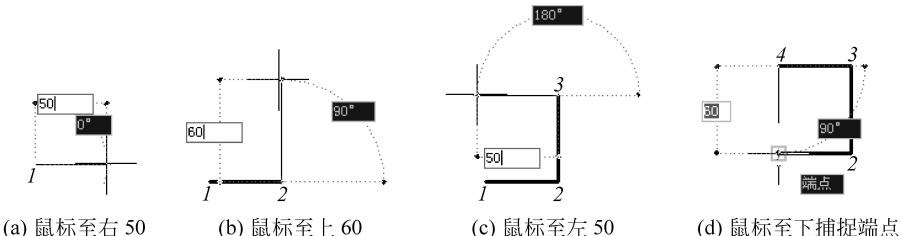

图 5-7 激活“正交”模式下直线段的绘制过程图例
- 激活状态栏的“正交”模式，可直接输入线段长度，如图 5-7 所示用鼠标在水平和垂直两个方位导向即可绘制正交直线线段。此时动态输入按钮打开/关闭均可。